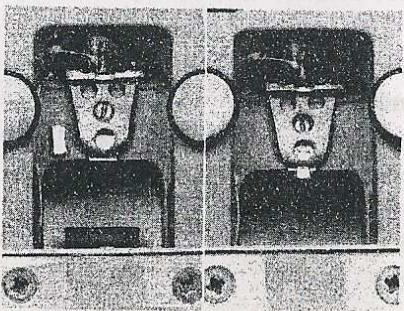

Рис.9. Установка кантителевера под пружину на столике – кантителевер на площадке, винт отжат (слева); кантителевер под пружиной (справа)
- положите кантileвер иголками вверх (с этой стороны тело кантileвера, имеющее трапециoidalную форму, расширяется и имеет острые углы) на площадку ACM-столика рядом с пружиной зажима кантileвера (рис.9);